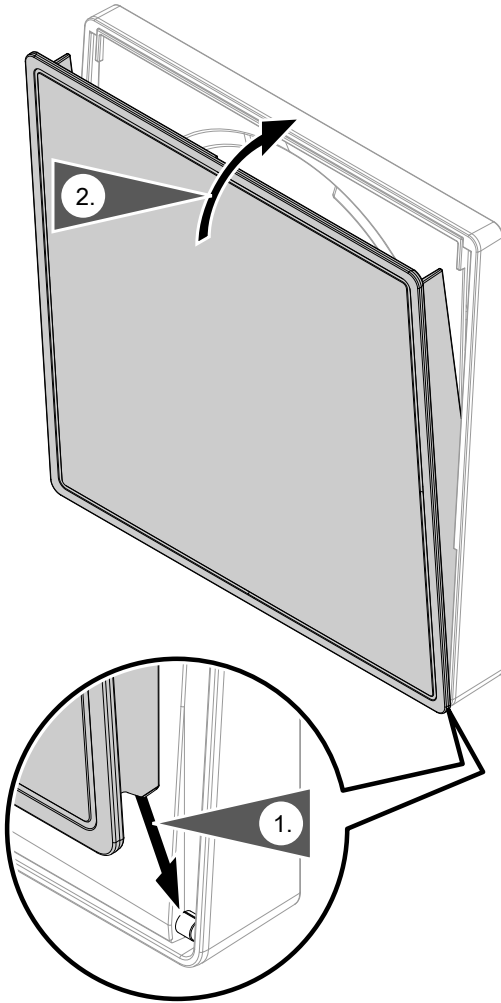

Abb. 52
1. Innenwandblende abbauen: Arbeitsschritte in Abb. 52 auf Seite 47, in umgekehrter Reihenfolge durchführen.
4. Innenwandblende anbauen: Siehe Abb. 52 auf Seite 47.
1. Innenwandblende abbauen: Siehe Abb. 52 auf Seite 47, in umgekehrter Reihenfolge durchführen.